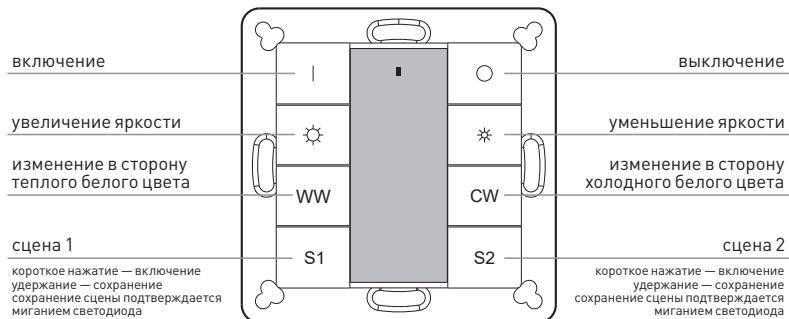

Рисунок 2. Назначение кнопок.
- 3.9. Проверьте работу панели [Рисунок 2].